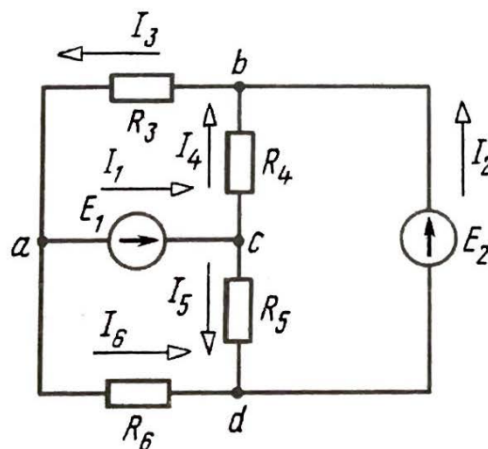

Рис. 1.48
**1.48.** В схеме цепи (рис. 1.48), используя принцип наложения, найти все токи. Дано:  $E_1 = 96$  В,  $E_2 = 75$  В,  $R_3 = 3$  Ом,  $R_4 = 15$  Ом,  $R_5 = 10$  Ом,  $R_6 = 6$  Ом.